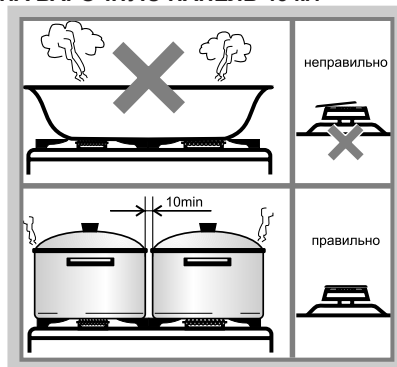

Рис. 15
- Запрещается устанавливать на решетки какие-либо дополнительные рассекатели пламени и пользоваться горелками со смещенными крышечками (рис. 15). Это приведет к неполному сгоранию газа, а также к необратимому ухудшению внешнего вида варочной панели из нержавеющей стали.